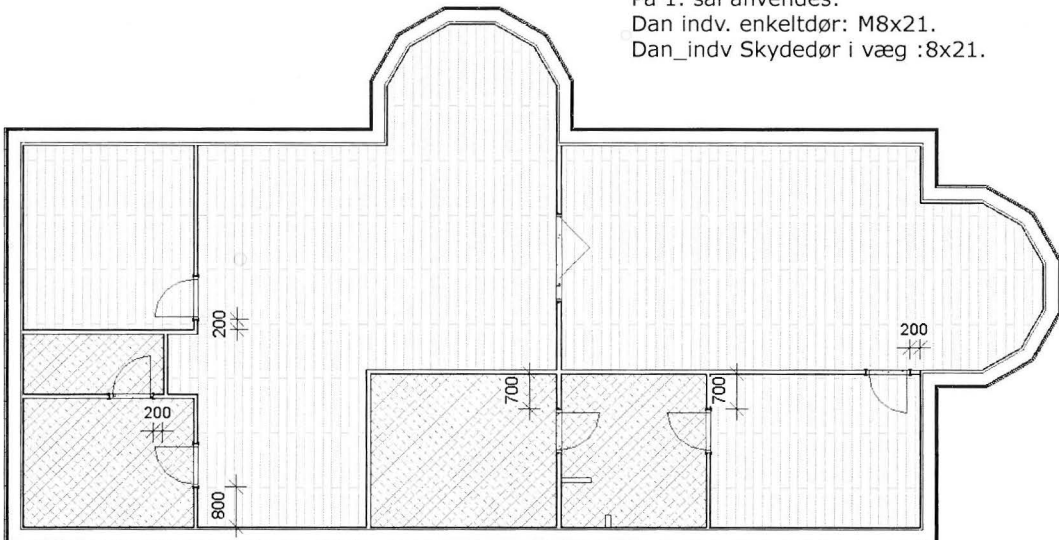
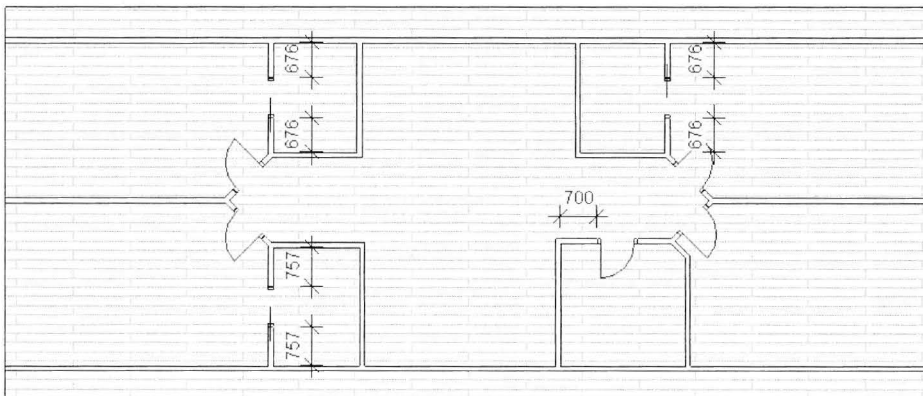

Fig. 08.15. Dørenes placering i stueplan.
Fig. 08.16. Dørenes placering på 1. sal.
- Placer nu dørene som på (Fig. 08.15 - Fig. 08.16).